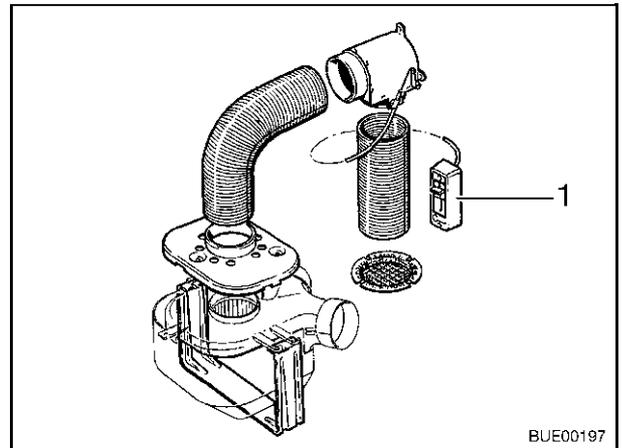

Bild 106 Airmix-Komfort-Paket
- Die Außenluft durch Einstellung am Bedienteil (Bild 106,1) stufenlos mit der bereits erwärmten Innenluft mischen.